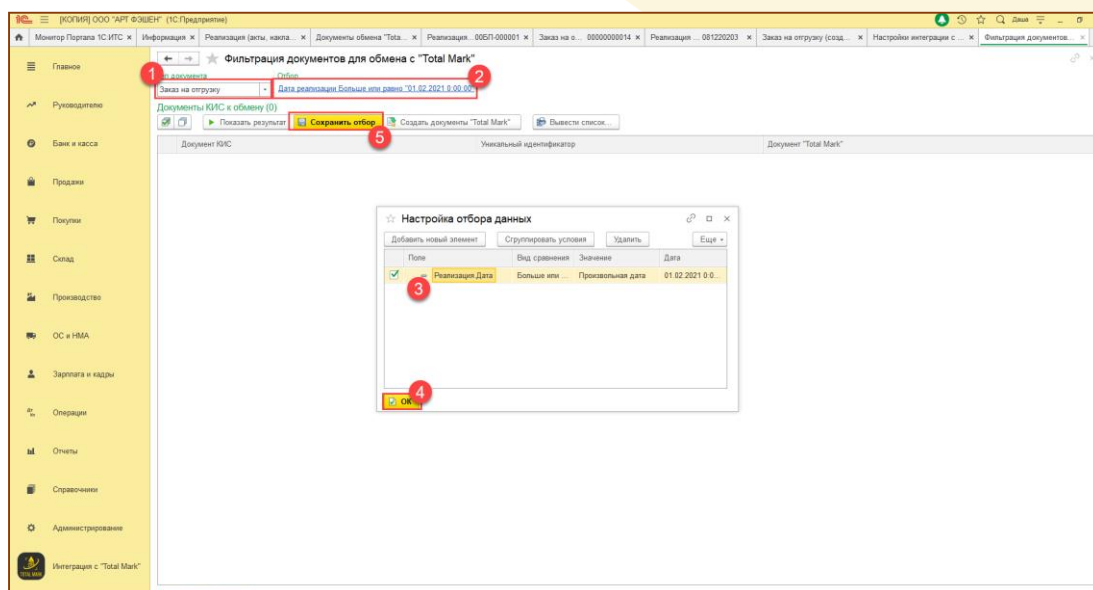

Рис. 3-7 - Настройка создания документов обмена
- Здесь можно установить различные отборы. Например, по дате создания документа «Заказ покупателю» (Рис. 3-7).